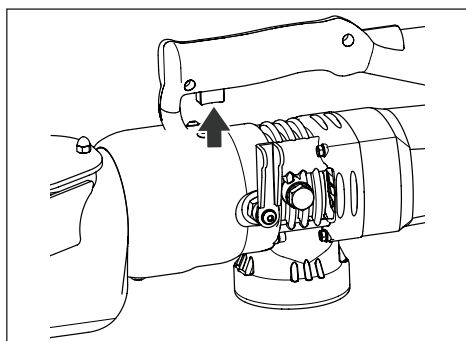

Figure 5, Bouton marche/arrêt (gâchette)
- Maintenez le bouton enfoncé pour faire avancer le piston et faire glisser la lame mobile vers l'avant. Voir les Figures 5 et 6.